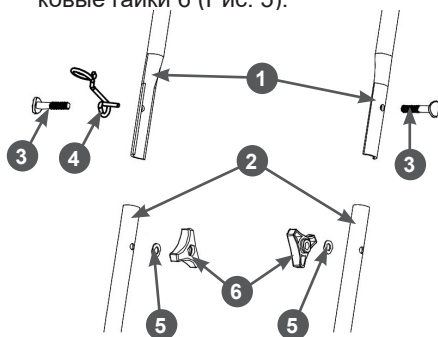

Рис. 5. Установка верхней части рукоятки
3. Установите верхнюю часть рабочей рукоятки. Совместите отверстия в стойках 2 и верхней части 1 рабочей рукоятки, вставьте в образовавшиеся отверстия болты 3, установите кронштейн 4, шайбы 5 и закрутите барашковые гайки 6 (Рис. 5).